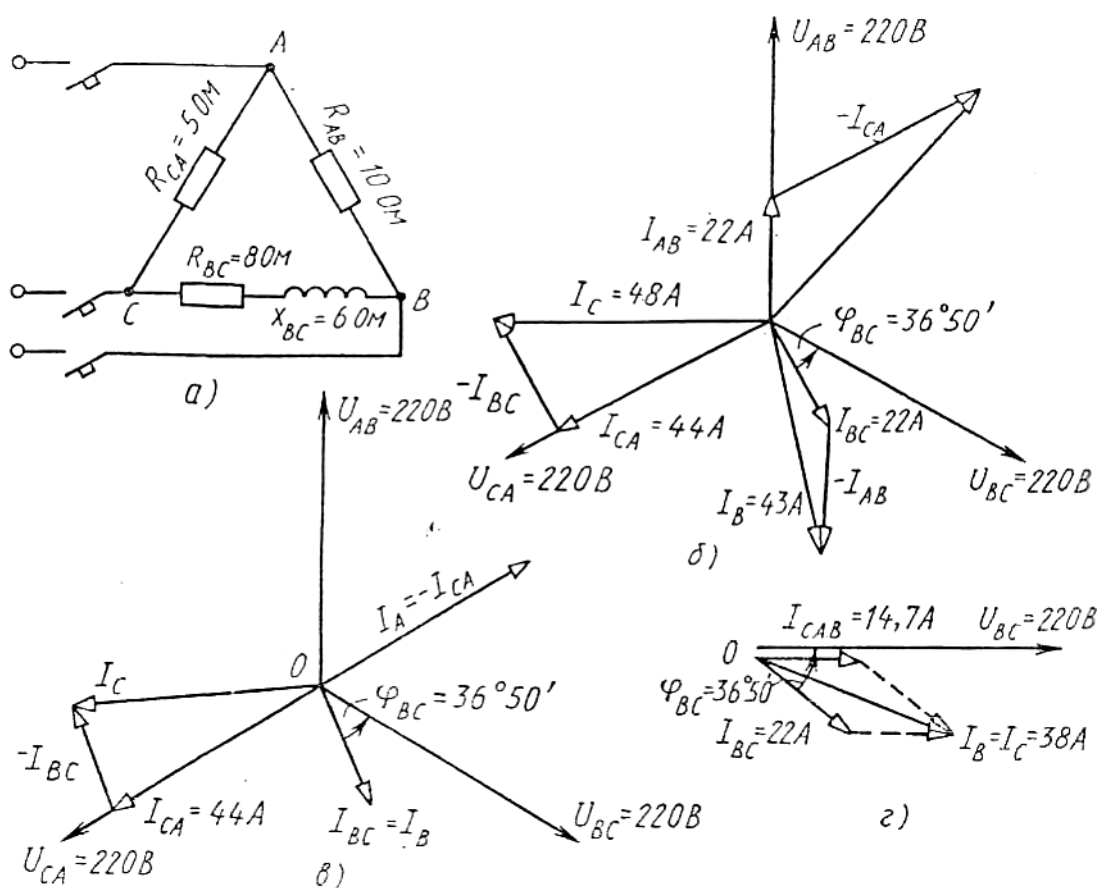

Рисунок 10.1
В трехфазную сеть включили треугольником несимметричную нагрузку (рис. 10.1, а): в фазу АВ - активное сопротивление $R_{AB} = 10 \text{ Ом}$; в фазу ВС - индуктивное сопротивление $X_{BC} = 6 \text{ Ом}$ и активное $R_{BC} = 8 \text{ Ом}$; в фазу СА - активное сопротивление $R_{CA} = 5 \text{ Ом}$. Линейное напряжение сети $U_{НОМ} = 220 \text{ В}$. Определить фазные токи и начертить векторную диаграмму цепи, из которой графически найти линейные токи в следующих случаях: 1) в нормальном режиме; 2) при аварийном отключении линейного провода А; 3) при аварийном отключении фазы АВ.
Для построения векторной диаграммы выбираем масштаб по току: 1 см = 10 А и напряжению: 1 см = 40 В. Затем в принятом масштабе откладываем векторы фазных (они же линейные) напряжений U_{AB} , U_{BC} , U_{CA} под углом 120° друг относительно друга (рис. 10.1, б). Затем откладываем векторы фазных токов: ток в фазе АВ совпадает с напряжением U_{AB} ; в фазе ВС ток отстает от напряжения U_{BC} на угол $\varphi_{BC} = 36^\circ 50'$; ток в фазе СА совпадает с напряжением U_{CA} . Затем строим векторы линейных токов на основании известных уравнений:
$\varphi_{BC} = 36^\circ 50'$ На (рис. 10.1, г) построена векторная диаграмма цепи. Из диаграммы находим линейные токи: $I_B = I_C = 38 \text{ А}$. По направлению же эти токи обратны.
3. Аварийное отключение фазы АВ. При этом ток в отключенной фазе равен нулю, а токи в двух других фазах остаются прежними. На (рис.10.1, в) показана векторная диаграмма для этого случая. Ток $I_{AB} = 0$; линейные токи определяются согласно уравнениям: $I_A = I_{AB} + (-I_{CA})$; $I_B = I_{BC} + (-I_{AB})$; $I_C = I_{CA} + (-I_{BC})$. Таким образом, только линейный ток I_C сохраняет свою величину; токи I_A и I_B изменяются до фазных значений. Из диаграммы графически находим линейные токи: $I_A = 44 \text{ А}$; $I_B = 22 \text{ А}$; $I_C = 45 \text{ А}$.